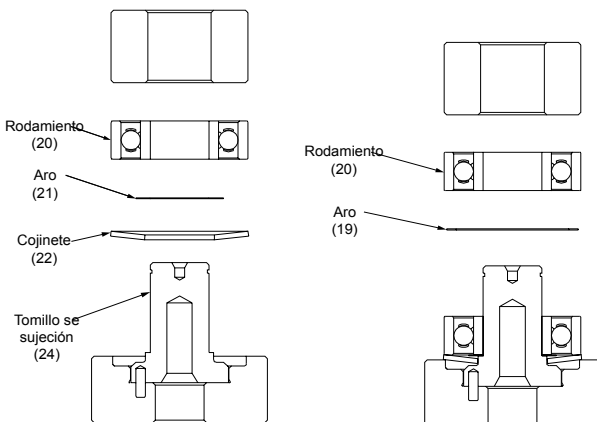

Figura 3
1. Coloque la base de la herramienta para el rodamiento del tornillo de sujeción T-3A (MPA0203) sobre una superficie limpia y plana de una prensa de mano o algo similar con la abertura hacia arriba. Coloque el tornillo de sujeción (24) en la abertura del tornillo con el eje hacia arriba. Ver figura 3.
2. Coloque la arandela (22) sobre el eje del tornillo de sujeción (24) con la curva de la arandela hacia fuera para que el diámetro exterior de la arandela entre en contacto con el diámetro exterior del rodamiento (20). Ponga el aro (21) sobre el tornillo de sujeción. Coloque el rodamiento (un sello) sobre el tornillo de sujeción con el lado del sello hacia la arandela. Nota: Asegúrese de que tanto los lados externos como los internos de los rodamientos estén apoyados por la herramienta de presión de los rodamientos cuando se presionan en su lugar. Presione el rodamiento sobre la punta del tornillo de sujeción usando la herramienta de presión del rodamiento del tornillo de sujeción T-3B (MPA0204) como se muestra en la figura 3.